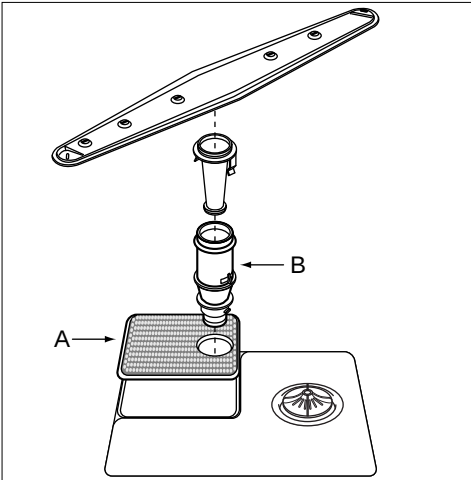

fig. 11
- Neem de onderste sproeiarm uit door deze rechtstandig naar boven te trekken (zie fig. 11).